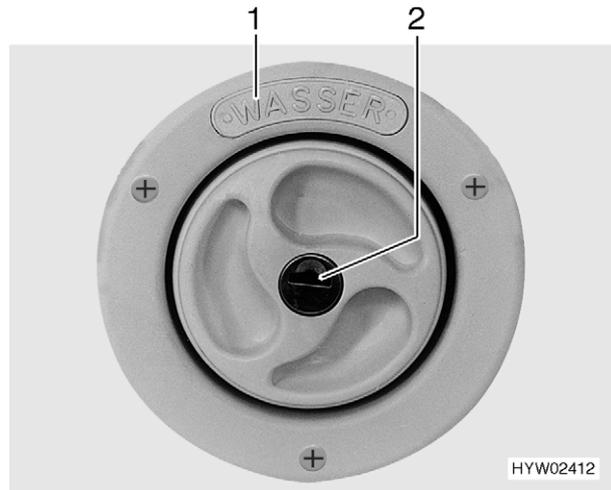

Bild 32 Verschlussdeckel für Frischwasser-Einfüllstutzen
- ▷ Der Frischwasser-Einfüllstutzen ist durch den Schriftzug "WASSER" (Bild 32,1) gekennzeichnet.
- Schlüssel in Schließzylinder (Bild 32,2) stecken und entgegen dem Uhrzeigersinn drehen.